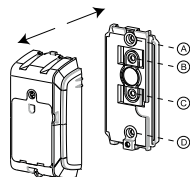

Figura 4: separação do dispositivo e do suporte
- Use os orifícios A e D na Figura 4 para a montagem padrão. Adicione os orifícios B e C na Figura 4 para proteção contra violação.